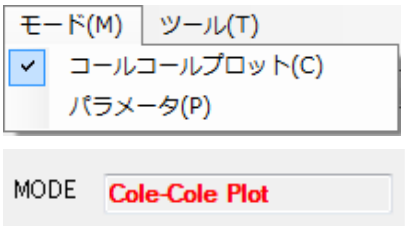

図 3-22
- (1) メニューバーの[モード]-[コールコールプロット]を選択して、解析モードを **Cole-Cole Plot** に変更します。[MODE]のエディットに選択したモードが表示されます。(図 3-22)